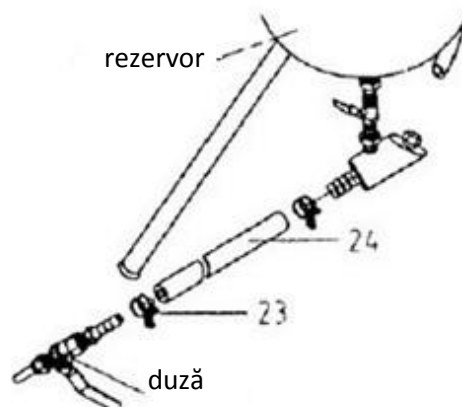

Figura 6
6. Consultați Figura 6 pentru a conecta supapa de dozare a nisipului (articolul 4) la supapa de închidere a duzei, (pasul 5). Așezați cleme de furtun (23) peste fiecare capăt al tubului de nisip (24). Prindeți un capăt al furtunului pe racordul de evacuare a nisipului (22) și fixați celălalt capăt pe adaptor (25). Ambele capete ale furtunului trebuie să fie bine așezate pe conectori. Glisați clemele de-a lungul furtunului la fiecare fitting și strângeți-le ferm, astfel încât sistemul să fie strâns și să reziste la presiuni de 65-125 PSI.